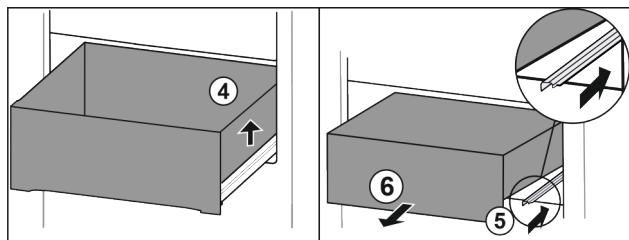

Fig. 22
- Підняти висувний ящик праворуч. Fig. 22 (4)
- Вставити праву рейку. Fig. 22 (5)
- Вийняти висувний ящик рухом вперед. Fig. 22 (6)